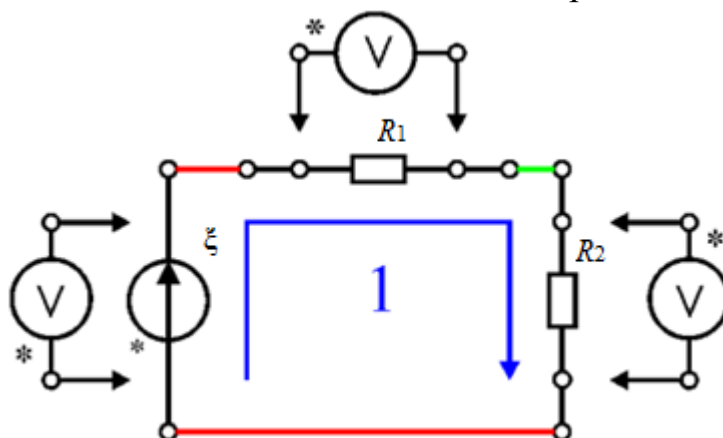

Рис. 10. Схема для проверки закона первого закона Кирхгофа.
2. Соберите схему на приборной панели как показано на рис. 10, используя резистивные сопротивления, мультиметры и соединительные провода. Сопротивление резисторов  $R_1$  и  $R_2$ , задаются ведущим преподавателем или сотрудником лаборатории. Не рекомендуется использовать резисторы с большим сопротивлением и отличающимися по значению более чем на два порядка.